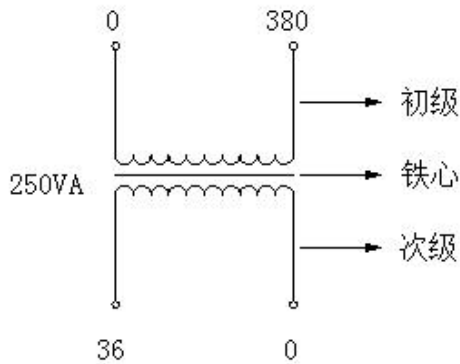
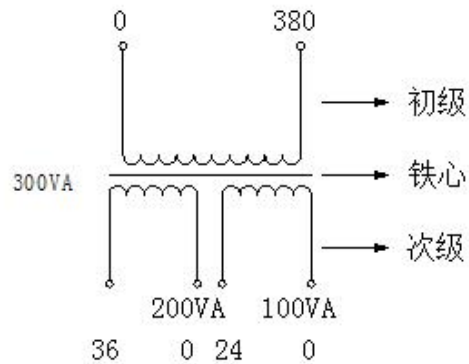
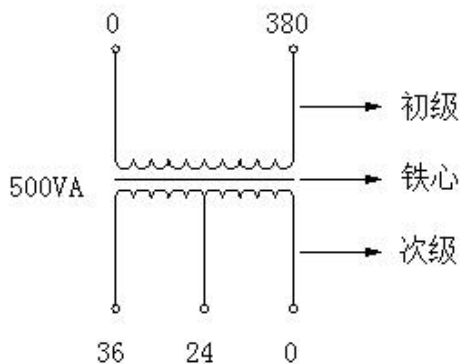
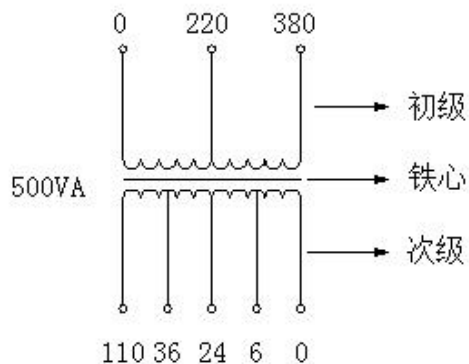

图1 单独绕组
图2 分立绕组
图3 混合绕组
图4 连续式中间带抽头绕组
3.2.3 本系列变压器的线圈，当初次级只有一个绕组时，可担负全部额定的容量；若有多个绕组时，则按各绕组应能承担负载的容量分配；但各绕组的容量之和不得超过总容量，见图1、图2、图3、图4。
3. 2. 4. 1 例如图1, CDJMB-250VA, 输入电压380V, 输出电压36V。因为初、次级只有一个绕组, 所以它可以担负全部容量250VA。
3. 2. 4. 2 例如图2, CDJMB-300VA, 输入电压380V, 输出电压36V、200VA和24V、100VA。因为图中初级只有一个绕组, 所以它所承担的容量是额定容量300VA, 次级有两个分开的单独绕组, 而且各绕组容量已标明, 所以它们各自承担容量, 但总量之和300VA。
3. 2. 4. 3 例如图3, CDJMB-500VA, 输入电压380V, 输出电压36V、24V。因为图中初级只有一个绕组, 所以它所承担的容量是额定容量500VA, 次级中间有中间抽头, 所以次级的最高电压36伏单独使用时, 才能带500VA的负载。24V则不能带500VA的负载, 只能带133VA的负载, 因为次级总电流 $I_2 = P_e / U_2 = 500VA / 36V = 13.89A$, 所以单独使用24V时的容量 $= 24V \times 13.89A = 333VA$ 。如果36V、24V同时使用时。其电流之和也不能大于13.89A, 总之, 无论输出电压是单独使用或两组同时使用, 其负载电流之和不能超过变压器的额定电流。
3. 2. 4. 4 例如图4, CDJMB-500VA, 容量500VA, 输入电压380V、220V, 输出电压110V、36V、24V、6.3V。从图4中我们看出: 初、次级绕组中都有中间抽头。初级的最大使用电流 $I_1 = P_e / U_2 = 500VA / 380V = 1.316A$, 所以无论使用220V或是380V时, 其电流不能超过1.316A; 即使用380V时, 该变压器的容量是500VA, 使用220V时, 该变压
6.1 购买前，先估算好您所使用的电器总容量，参考图1-图4的结构，选用留有一定容量的变压器，确保瞬时启动时不烧坏变压器。
7.1 变压器的型号、规格、容量、初、次级电压及次级电压的容量分配或参考图1-图4的举例来选择适合您自己的产品。